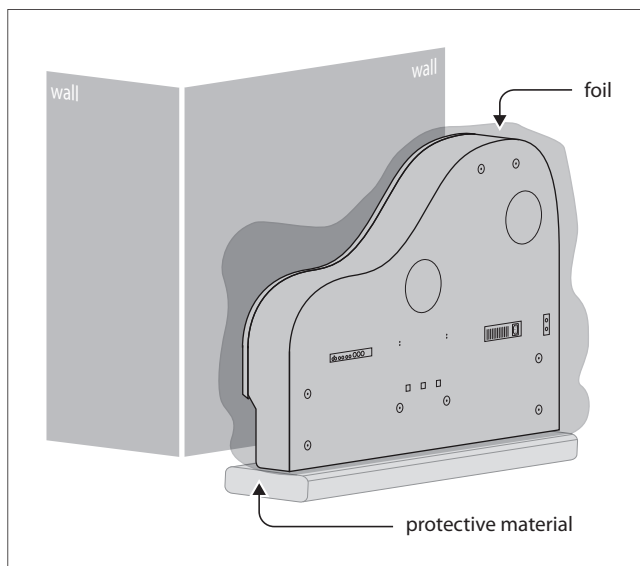

图 2.1: 组装的位置
- 1) 请将主体 1 放在有保护作用材料上, 如: 塑料泡膜板上, 靠墙放, 正面朝下, 琴盖朝墙 (见图 2.1)。